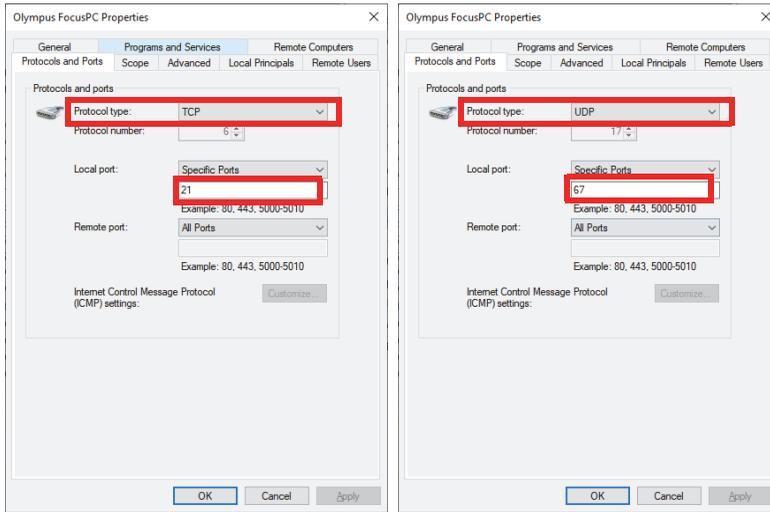
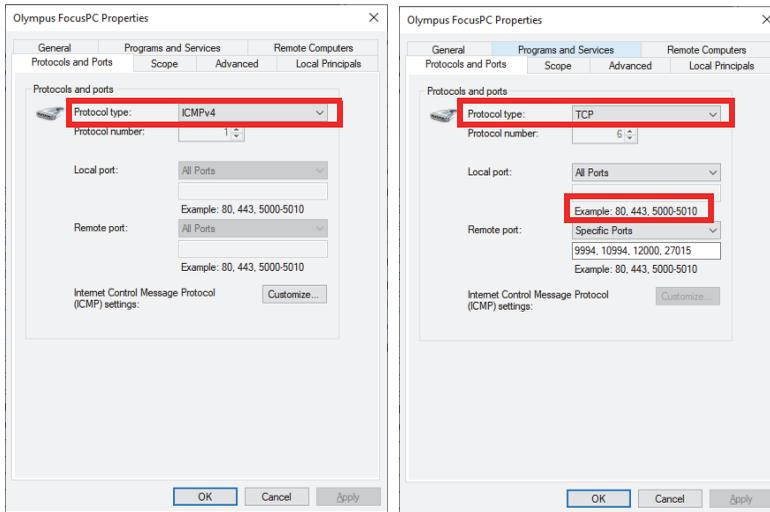
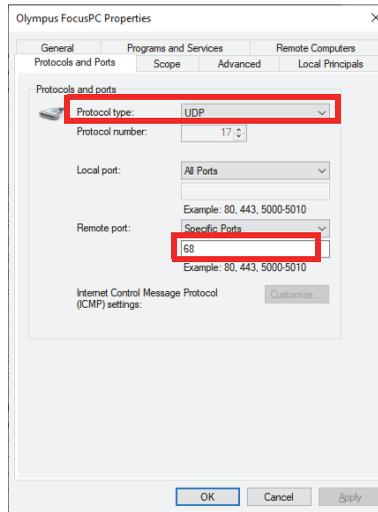

图 1-13 协议类型：入站规则TCP 21和UDP 67
图 1-14 协议类型：出站规则ICMPv4和TCP
图 1-15 协议类型：出站规则UDP 68
7. 使用第34页的图 1-13、第34页的图 1-14和第35页的图 1-15中的参数配置端口。